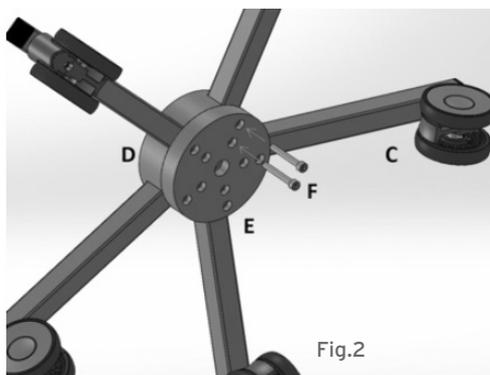

Fig.2
3. Stringere le viti di fissaggio (rif.F per 10pz), per collegare stabilmente le gambe con ruote alla base, tramite la piastra di fissaggio; (Fig.2)